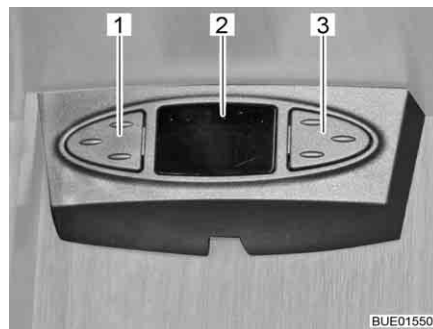

Bild 29 Sat-Maus
Je nach Modell ist die Satellitenanlage mit einer Sat-Maus ausgestattet. Die Anzeige (Bild 29,2) der Sat-Maus zeigt den eingestellten Kanal an. Mit den beiden Tasten können die Grundfunktionen der Satellitenanlage bedient werden (Senderwechsel, Ein-/Ausschalten).
- Vorherigen Sender aus der Senderliste wählen: Linke Taste (Bild 29,1) drücken.
- Nächsten Sender aus der Senderliste wählen: Rechte Taste (Bild 29,3) drücken.
- Zwischen Radio und TV umschalten: Tasten (Bild 29,1 und Bild 29,3) gleichzeitig kurz drücken.
- Receiver ein-/ausschalten: Tasten (Bild 29,1 und Bild 29,3) gleichzeitig drücken und gedrückt halten.